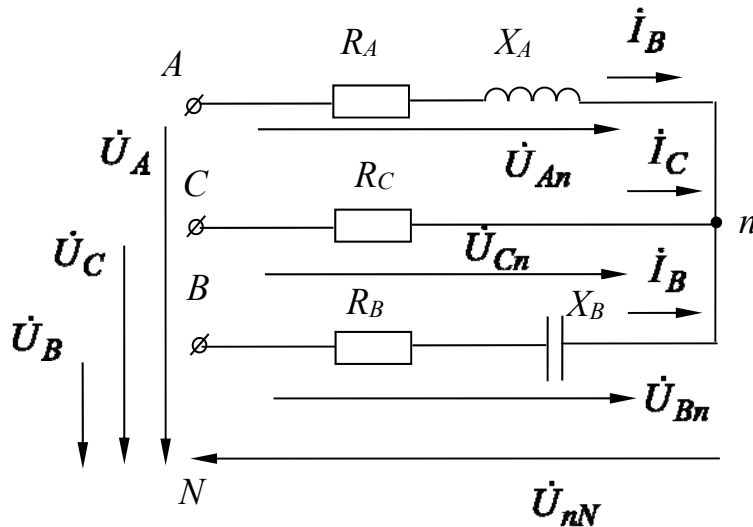

Рисунок 4.5 – Трехфазная электрическая цепь
**Задача 2.** Определить токи в трехфазной цепи (рисунок 4.5), если линейные напряжения на входе в цепь симметричны:  $U_{AB} = U_{BC} = U_{CA} = 208$  В, а комплексные сопротивления фаз